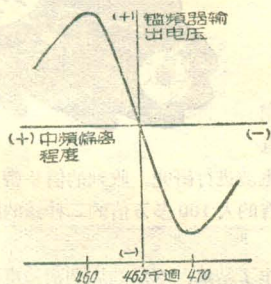
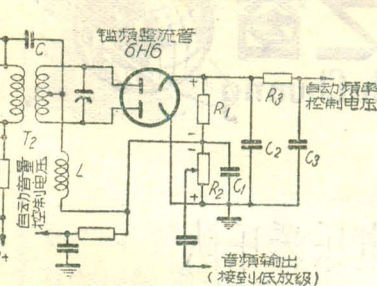

图 14
图 15
时，鉴频器不起矫正的作用。若频率偏高的话，在鉴频器里就会产生出负性控制电压来；而频率偏低时，就产生出正性控制电压来；如图 14 所示。这种控制电压被送进一种叫做“可变电抗器”的电路里，用来改变收音机本地振荡器里的电抗，因而改变了本地振荡频率。这作用有些像用自动音量控制电压来变更收音机的放大增益一样，但在这里是控制振荡频率。鉴频器和可变电抗器的原理现被广泛应用在超短波调频接收
(1) 鉴频器电路 基本电路如图15，表面看来很
像一个全波整流电路，可是负荷电阻接在检波管两个阴极之间， R_1 上的整流电压与 R_2 上的相反，起互相抵消的作用。第二只中频变压器 T_2 的初次级线圈之间的交速度非常松，从初级线圈的上端接有一只电容器 C ，把初级的中频电压交变到次级的中心点。高频扼流圈 L 不让中频电压通过，但直流电可以通过。中频变压器的初、次级都调谐到中间频率。加到整流管6H6两个小屏上的中频电压包含有两部分：由电容器从初级直接交变而来的电压和半个次级上由初次级间电感交变而来的电压。由电容交变而来的电压与 T_2 初级电压的相位相同，但由电感交变而来的电压即相位随时变化，在正确中频（谐振频率）时与初级电压相差 90° ，高于或低于中频时的相位差则大于或小于 90° 。当谐振频率时，6H6两只小屏上的交流电压大小相等，因此整流以后产生在 R_1 和 R_2 （ $R_1=R_2$ ）上的电压也相等，但方向相反，结果两个阴极间的电压为零，在 R_1 上端没有电压经 R_3 送出去。当中频电压偏移，高于或低于中频电压时，由于初级和半个次级上两个相位不同的电压相加的结果，使6H6两小屏上所受的中频电压绝对值不相等， R_1 和 R_2 上所得的整流电压也不等，但方向仍然相反（见图中的十一符号），这两个电压相差以后，剩下的电压（极性按频率偏移的方向而定）从 R_1 上方经 R_3 送到前面可变电抗器里去，用来纠正收音机的振荡频率，使中频向正确频率靠攏。 R_3 上端输出电压按频率而变化的情形和图14所示一样。这就是鉴频器的作用。图15里，在 R_2 的上端还可取出一般的自动音量控制电压，在 R_2 上又可取出低频输出电压，因此有了鉴频器电路以后，就不需要另装第二检波电路。